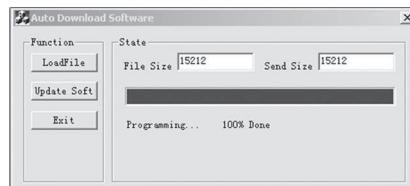

Рис. 12.
4. Если загрузка прошла успешно (см. рис. 12), выключите и включите прибор.